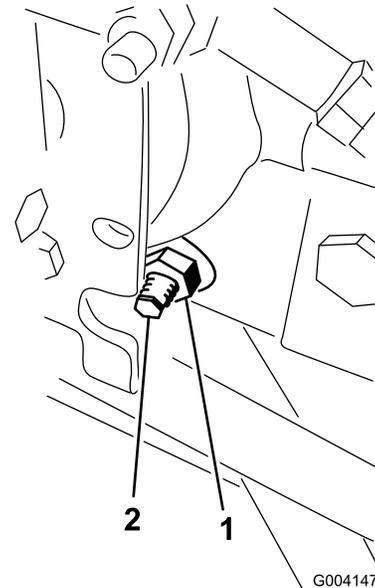

図 60
3. ハイドロスタットの右側にあるトラクション調整カムのロックナットをゆるめる 図 60。